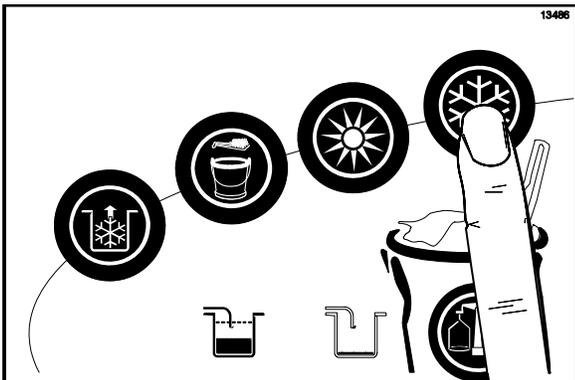

Figura 97
2. Oprima el símbolo AUTOMÁTICO  para cancelar el funcionamiento automático. (Vea la figura 97).